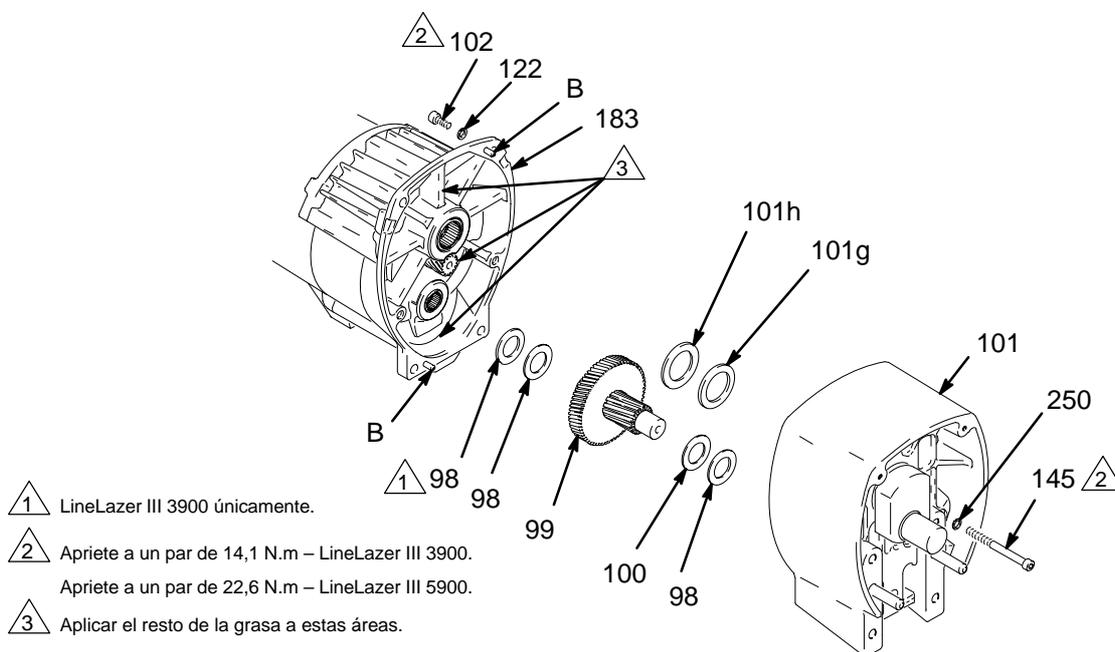

Fig. 3
- Fig. 3. Saque el alojamiento del cojinete. Realice los pasos del 1. al 8. del procedimiento de la sección **Cambio del alojamiento del cojinete y del eje**, en la página 8.
- Fig. 3. Retire los dos tornillos (145) y las arandelas de seguridad (122).
- Saque los cuatro tornillos (102) y las arandelas de seguridad (122) del alojamiento del piñón (183).
- Golpee suavemente alrededor del alojamiento de impulsión (101) para aflojarlo. Separe el alojamiento de impulsión del alojamiento del piñón. Hay que estar preparado para sujetar el tren de engranajes (99), que puede salirse al hacer este movimiento.
- Fig. 3. Instale el alojamiento del cojinete. Realice los pasos del 1. al 6. del procedimiento de la sección **Alojamiento del cojinete y de la biela**, en la página 8.